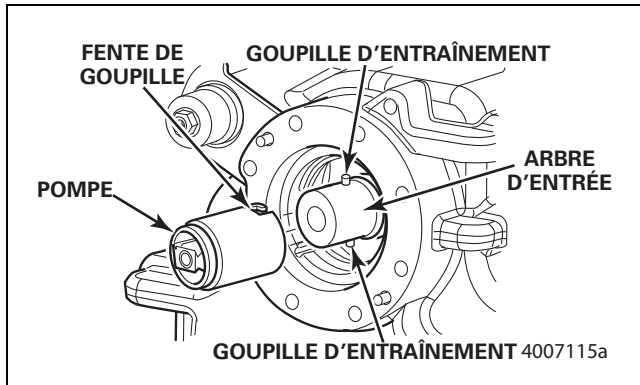

Figure 4.7
3. Pour retirer la pompe, appuyer pour la désengager des goupilles d'entraînement situées sur la demi-partie arrière de l'arbre d'entrée. Figure 4.7.